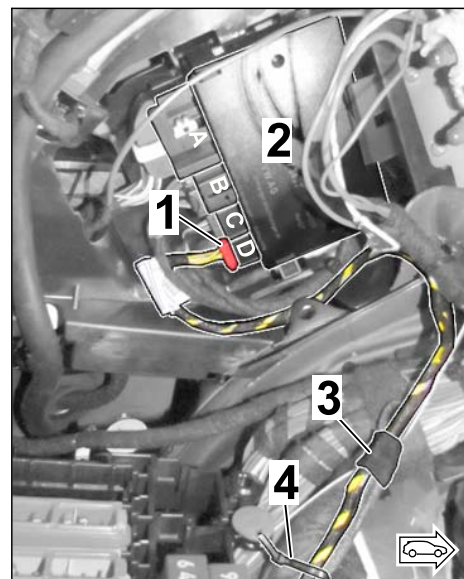

Рис. 20
- 3.4.1 Подсоединить разъем D (10-контактный) в гнездо D на БУ тягово-сцепного устройства (⇒ *Рис. 20*).